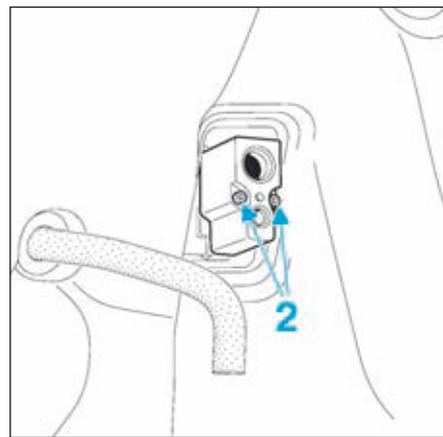

FIG.15
- Déposer les deux vis de fixation (2) (Fig.15).